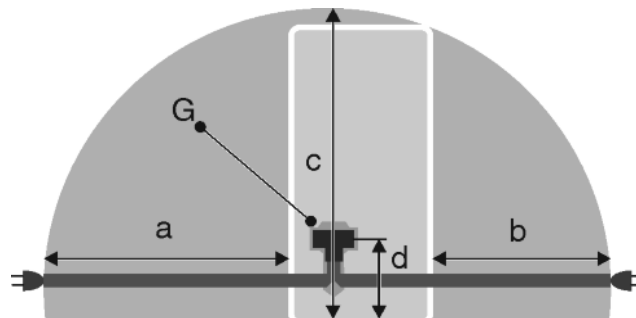

Fig. 28
- Zásuvka sa nachádza mimo oblasti zadnej strany zariadenia v uvedenej oblasti *Fig. 28 (a, b, c)*.
- Zástrčku zariadenia *Fig. 28 (G)* zastrčte na zadnej strane zariadenia. Dbajte na správne zaklapnutie.